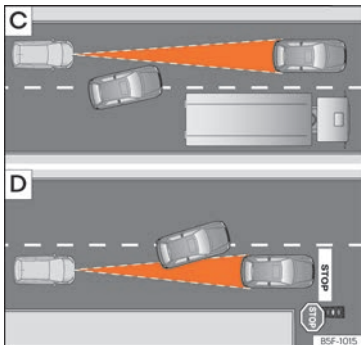

Abb. 172 [C] Fahrspurwechsel eines anderen Fahrzeugs. [D] Abbiegendes und weiteres stehendes Fahrzeug.
- Fahrzeuge, die in geringem Abstand auf die eigene Fahrspur wechseln » **Abb. 172** [C].
ACC reagiert nicht auf stehende Fahrzeuge. Wenn z. B. ein von ACC erfasstes Fahrzeug abbiegt oder ausschert und sich vor diesem Fahrzeug ein stehendes Fahrzeug befindet, reagiert ACC nicht auf das stehende Fahrzeug » **Abb. 172** [D].